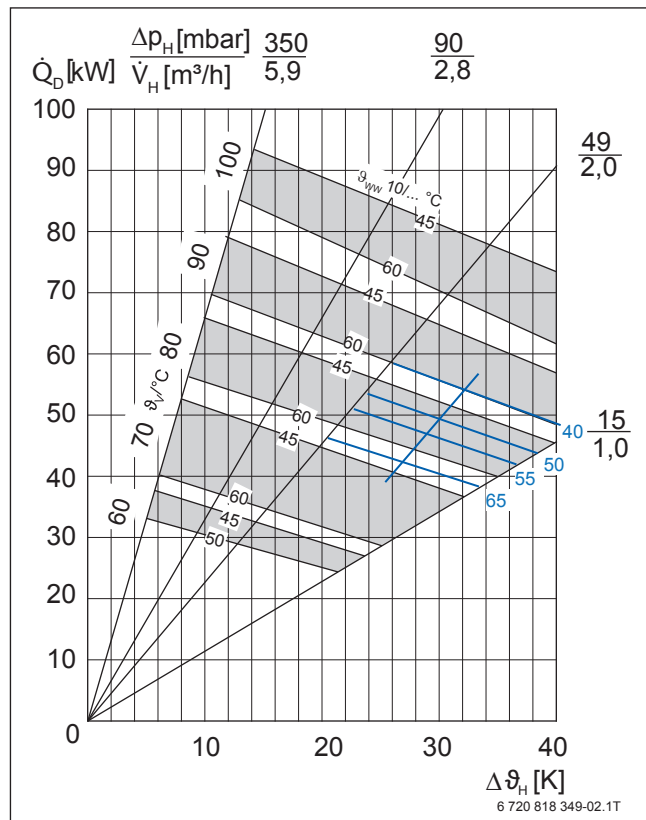

Bild 40 Dauerleistungsdiagramm für Logalux SU500.5 mit Hilfslinien für zusätzliche Warmwasser-Austrittstemperaturen; Beispiel blau hervorgehoben
- Warmwasser-Austrittstemperatur (→ Bild 40, Seite 56)
- Abstand zwischen 45 °C- und 60 °C-Kurve in 3 gleiche Abschnitteilen (Beispiel → Bild 40, Punkte für 50 °C und 55 °C)
- Hilfslinie parallel zu den Begrenzungskurven des Feldes ziehen (→ Bild 40, 50 °C- und 55 °C-Kurve)
- Verschieben einer Hilfslinie außerhalb des Feldes im Abstand von 5 °C (→ Bild 40, 40 °C- und 65 °C-Kurve)
Für Warmwasser-Austrittstemperaturen von 40 °C ... 65 °C kann der Speicher über das Dauerleistungsdiagramm ausgelegt werden. In diesem Temperaturbereich lassen sich Warmwasser-Leistungsdaten für andere Austrittstemperaturen als 45 °C oder 65 °C über Extrapolation oder Interpolation ermitteln (→ Bild 40, Seite 56).